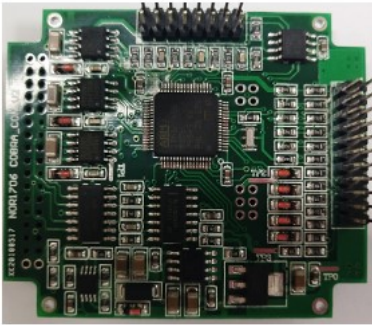
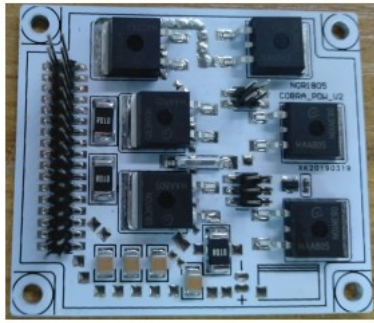

图 1
图 2
2. 将控制板（图 1）按照孔位安装在铝基板（图 2）上，根据插针对正孔位，插针不能弯曲变形。